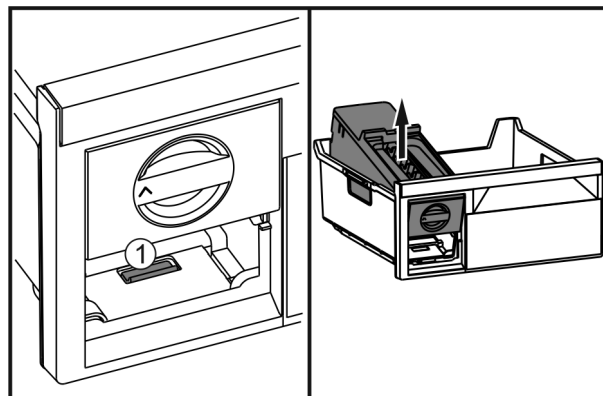

Fig. 50
- Stlačte sponu Fig. 50 (1), nadvihnite zariadenie EasyTwist-Ice zozadu a vyberte ho zo zásuvky na zmrazovanie.